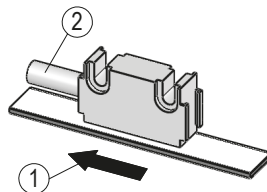

Abb. 6: Definition der Zählrichtung
► Auf richtige Ausrichtung des Magnetsensors achten, damit die optimale Abtastung gewährleistet ist (siehe **Abb. 6**).